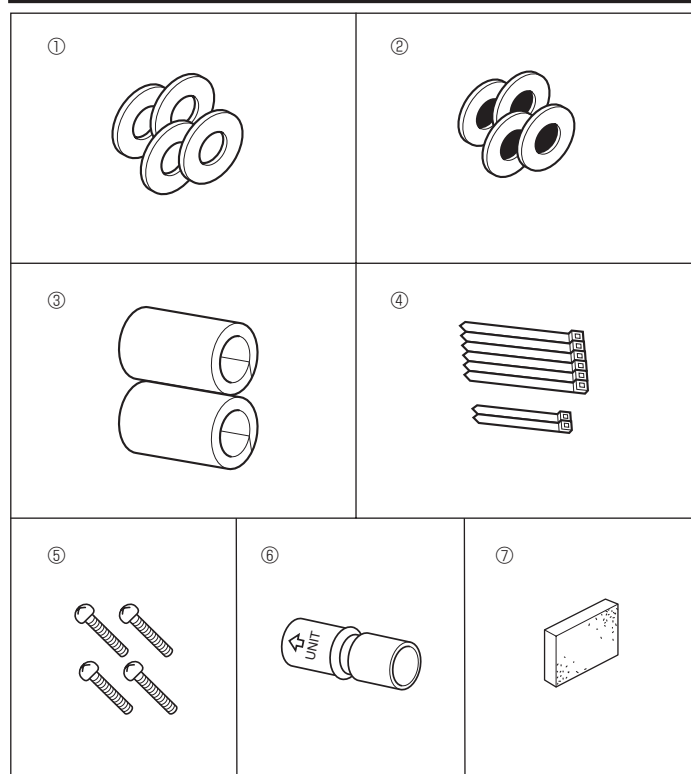

Рис. 2-1
2.1. Проверьте наличие дополнительных принадлежностей к внутреннему прибору (Рис. 2-1)